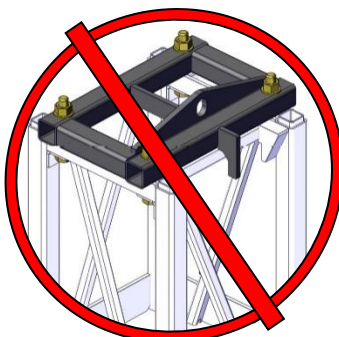

Figure 49
- Les sections de fin de mâts doivent être retirées avant de positionner les élingues ou courroies (voir *Figure 49*).